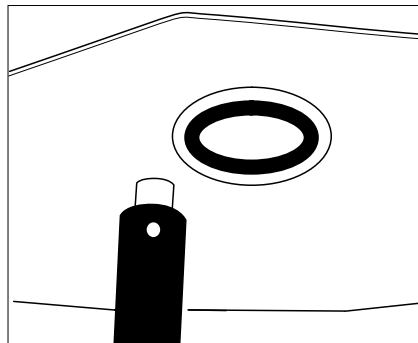

fig. 24
- faire une manoeuvre d'ouverture. Vérifier que l'indicateur de position affiche l'état "ouvert" (voir § 6, fig.24 et 25 page 11).
- soit par l'inscription "OUVERT" en couleur verte (fig. 24 et 25).